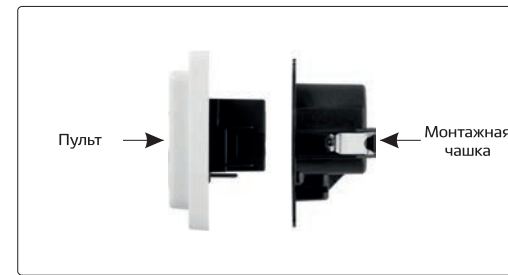

Рис. 3 — Монтаж пульта
- установить пульт согласно рис. 3.